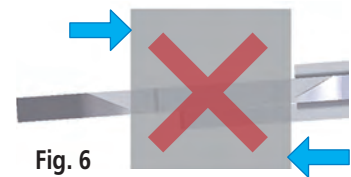

Fig. 6
- ไม่ควรวัดชิ้นงานในขณะที่ปากวัดเอียง (Fig. 6)